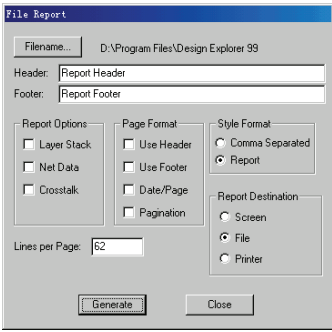

图 7-27 “File Report”对话框
2) “Reports”命令：该命令允许用户定义输出选项后，输出报告文件。这些选项将被保存，并作为下次调用的默认选项。执行该命令后，系统将弹出如图 7-27 所示的“File Report”对话框。